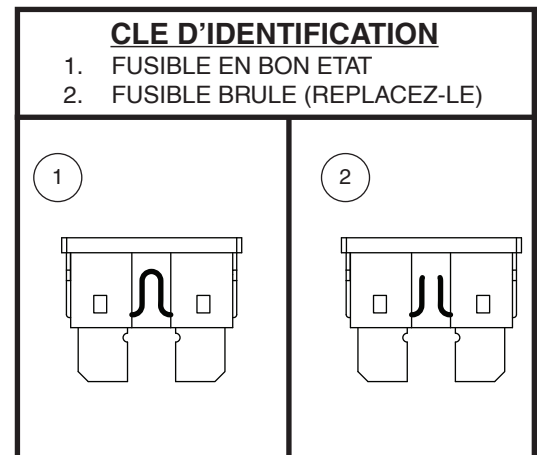

Figure 30. Le remplacement des fusibles
2. Examinez-le pour vérifier s'il est brûlé. **Voir la figure 30.**